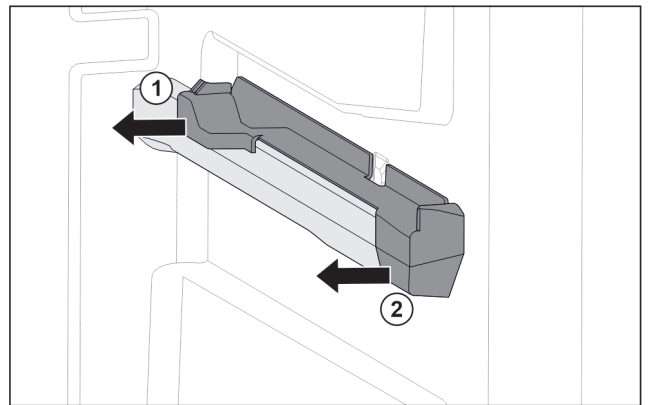

Fig. 122 右侧容器肋梁上的插装件
- ▶ 将插装件后部拉到一侧。 Fig. 122 (1)
- ▶ 将插装件前部拉到一侧。 Fig. 122 (2)